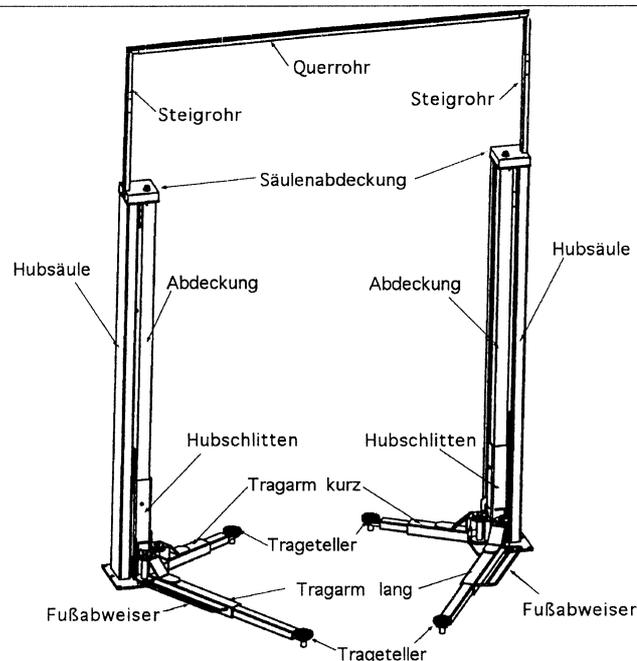

Bild 12: Montage Gesamtbild
- im Hubschlitten. Dazu muß die Abdeckung (Bild 12) gelöst und herausgezogen werden.